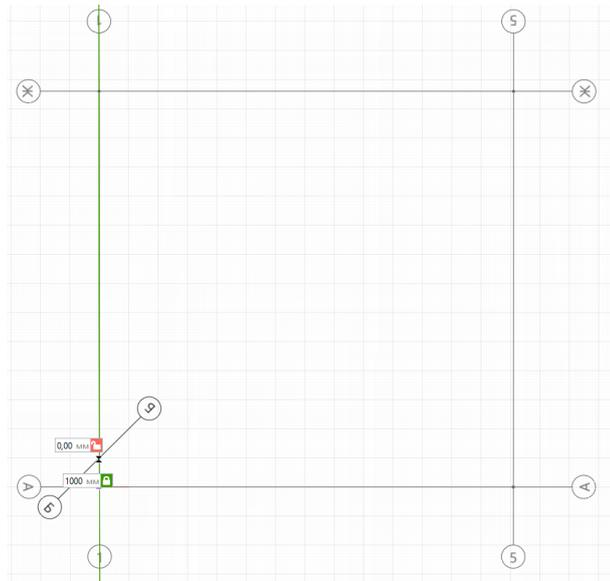

Рис. 15 Построение первой точки оси Б
- Подведем указатель мыши к пересечению **осей А и 1**, задержим на несколько секунд до окрашивания точки в характерный цвет. Ввести расстояние – **1000 мм**. (рис. 15). Фиксируем первую точку оси Б щелчком ЛКМ.